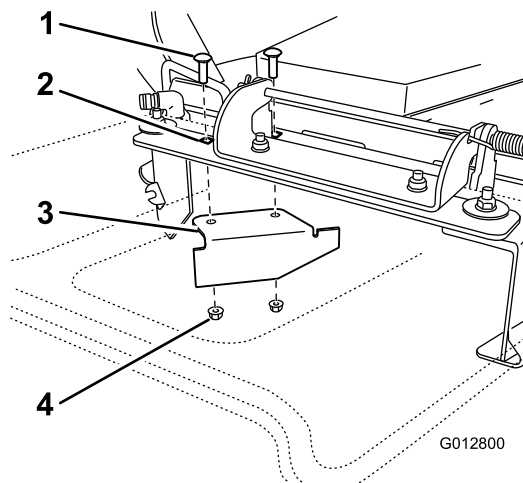

Figure 35
- 11. Trouvez le déflecteur incliné dans le sachet des pièces détachées. Retirez les fixations des trous arrière de la plaque d'éjection. Montez le déflecteur sur l'ouverture d'éjection latérale sur le plateau de coupe (Figure 35).